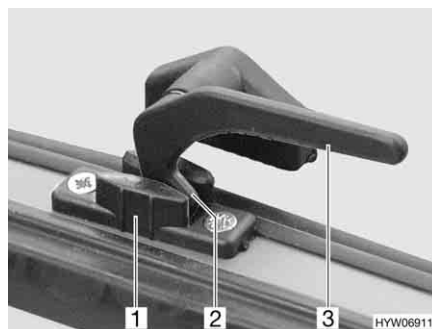

Fig. 66 Palanca de bloqueo en la posición de "ventilación continua"
- En la posición "ventilación continua" (Fig. 66)
- Girar la palanca de bloqueo (Fig. 66,3) un cuarto de vuelta hacia la mitad de la ventana.
- Girar de nuevo hacia atrás la palanca de bloqueo. El saliente de bloqueo (Fig. 66,2) se ha de introducir para ello en el rebaje del bloqueo de la ventana (Fig. 66,1).